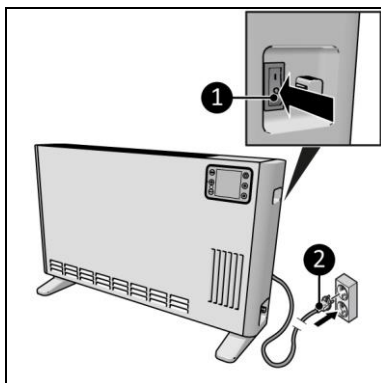

Figura 10
2. Asigurați-vă că întrerupătorul ON/OFF (PORNIT/OPRIT) se află în poziția OFF (OPRIT) (Figura 10, poz. 1).
3. Introduceți ștecărul elvețian de tip J (Figura 10, poz. 2) într-o priză cu împământare ușor accesibilă. Utilizați o priză cu împământare, cu o putere minimă de 2400 Watt.
1. Asigurați-vă că întrerupătorul ON/OFF (PORNIT/OPRIT) se află în poziția OFF (OPRIT) (Figura 10, poz. 1).
2. Scoateți ștecărul din priză (Figura 10).